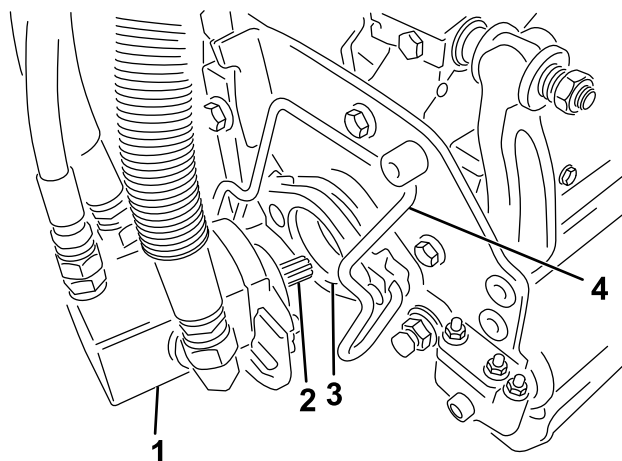

Figura 13
7. Spalmate del grasso pulito sull'albero scanalato del motore dell'apparato di taglio (Figura 13).
taglio verso il motore stesso fino a udire chiaramente uno scatto da ambo i lati del motore (Figura 13).